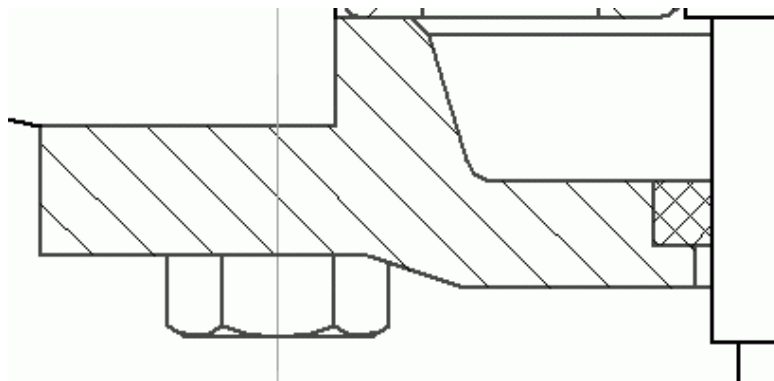

Рис. 2.107. Фиксирующий винт сквозной крышки ведущего вала
5. Аналогично описанному в пп. 3 и 4 выполните еще два винта на сквозной крышке этого же вала (третий создавать не нужно, так как он будет невиден за выступающей частью вала). При удалении невидимых линий придется усечь и часть головки винта, которая будет закрыта выступом крышки (рис. 2.107).